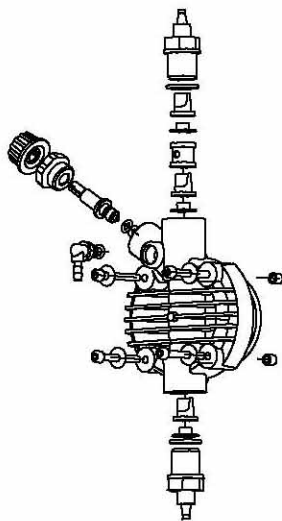

Fig. 10
2. Revise el funcionamiento de la bomba al menos cada 6 meses, así como la posición de los tornillos y de las juntas de impermeabilización. El control debe ser efectuado con más frecuencia en líquidos agresivos, prestando especial atención en la concentración de aditivo en la instalación. Su reducción podría ser debida al desgaste de las válvulas (en tal caso se deben sustituir siguiendo los pasos de la Fig.10) o al atasco del filtro, que se debe limpiar como se indica en el punto 3.
También se puede efectuar esta operación de la forma siguiente: una vez la bomba está desconectada de la instalación, sujete la bomba boca abajo por unos pocos segundos (15-30) sin que los tubos estén conectados a los empalmes. Si resulta imposible, desmontar y volver a montar el cuerpo de la bomba (Fig.10) utilizando los cuatro tornillos de fijación.
El sistema es robusto, por lo que no se producen averías graves. Eventualmente se pueden producir pérdidas de líquido de algún empalme o junta fijatubos sueltos, o con más frecuencia, de la rotura del tubo de eyección. Raramente se producen pérdidas a causa de la rotura de la membrana por desgaste o de su revestimiento de sujeción. Aún así, si se produjeran, dichos componentes se deben sustituir desmontando los cuatro tornillos del cuerpo de la bomba (Fig. 10), montándolos de nuevo y enroscándolos de modo uniforme. Una vez eliminada la pérdida, se debe limpiar la bomba dosificadora de eventuales residuos de aditivo que hayan quedado impregnados, ya que podrían agredir químicamente la bomba.
❶ - LA BOMBA DOSIFICADORA DA IMPULSOS PERO O INYECTA ADITIVO EN LA INSTALACIÓN
- a. Desmonte la válvula de aspiración y eyección. A continuación, límpiela y móntela otra vez en la misma posición (Fig. 10). En caso que se detectara un henchimiento de las válvulas, compruebe en el tablón correspondiente la compatibilidad del aditivo con el tipo de válvula montada en la bomba (válvula estándar de Vitron; la válvula esfera es opcional).